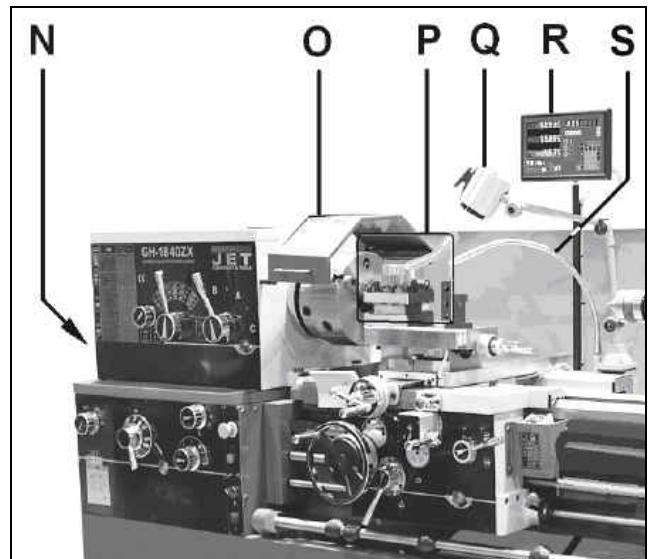

Fig 2-2
Le cache courroie (N, Fig 2-2) et le protège mandrin (O) sont surveiller par interrupteurs électriques. Pour démarrer la machine il faut les fermer.